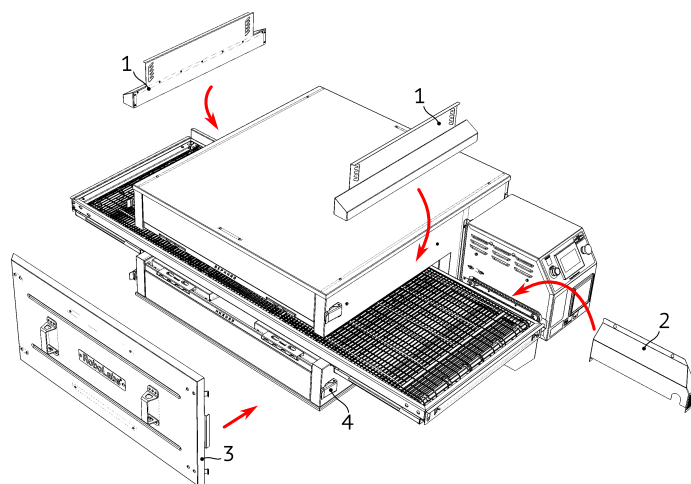

Рисунок 7
9. Установите козырьки 1 над входным и выходным отверстием изделия, см. Рис. 7. Установите кожух защитный 2 поверх цепной передачи. Установите дверь 3 и зафиксируйте её четырьмя защёлками 4.